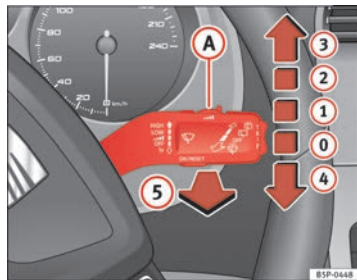

Fig. 84 Palanca del limpia-lavacristales
La palanca del limpiacristales ⇒ fig. 84 tiene las siguientes posiciones:
- Si se detiene el vehículo estando el limpiaparabrisas funcionando en la posición ⇒ página 132, fig. 84 ② o en la posición ③, automáticamente comenzará a funcionar en una posición inferior. Si el vehículo reinicia la